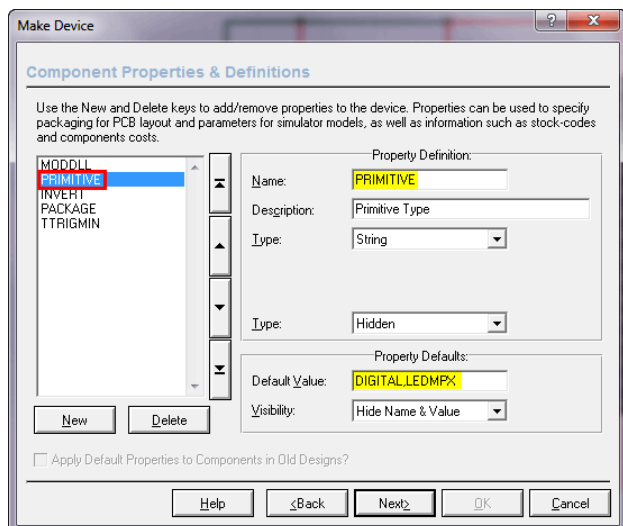

Рис. 93
**PRIMITIVE** – В графе **Description** умолчание или по своему усмотрению, первый **Type** – **String**, второй **Type** – **Hidden**, **Default Value** – **DIGITAL,LEDMPX** – через запятую без пробелов (Рис. 93);